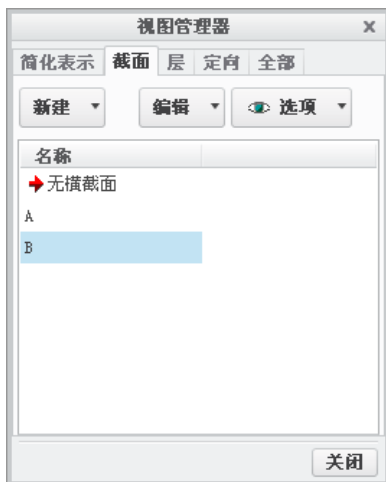
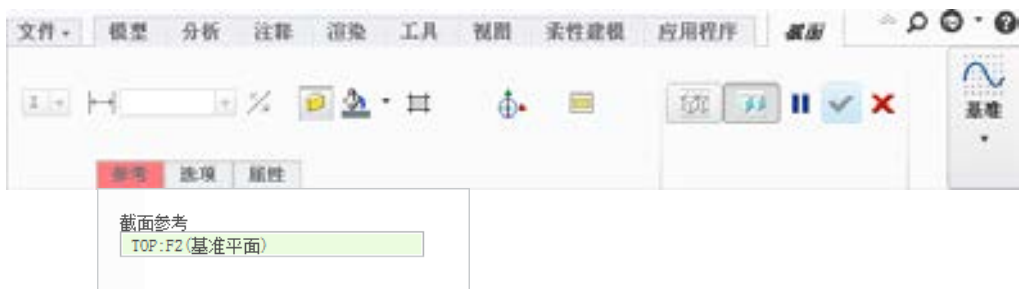

图 3.12.21 “视图管理器”对话框
图 3.12.22 “截面”操控板
Step3. 单击 **截面** 选项卡，在图 3.12.21 所示的“视图管理器”对话框中单击 **新建** 按钮，选择“平面”选项 ，输入名称 A，并按回车键。
Step4. 系统弹出“截面”操控板，如图 3.12.22 所示。
(1) 单击“截面”操控板的“参考”按钮 **参考**。
(2) 在模型树中选取 FRONT 基准平面为截面参考。
(3) 在操控板中单击按钮 ，完成操作。
Step6. 单击 **截面** 选项卡，在图 3.12.21 所示的“视图管理器”对话框中单击 **新建** 按钮，选择“平面”选项 **平面**，输入名称 B，并按回车键。
(2) 在模型树中选取 TOP 基准平面为截面参考。